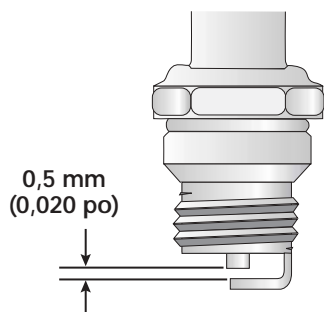

Fig. 25
3. Remplacez toute bougie fendillée, encrassée ou sale. Réglez l'écartement à **0,5 mm (0,020 po)** à l'aide d'une jauge d'épaisseur (Fig. 25).